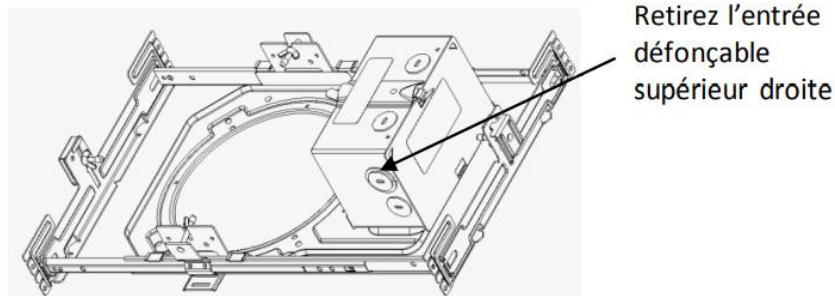
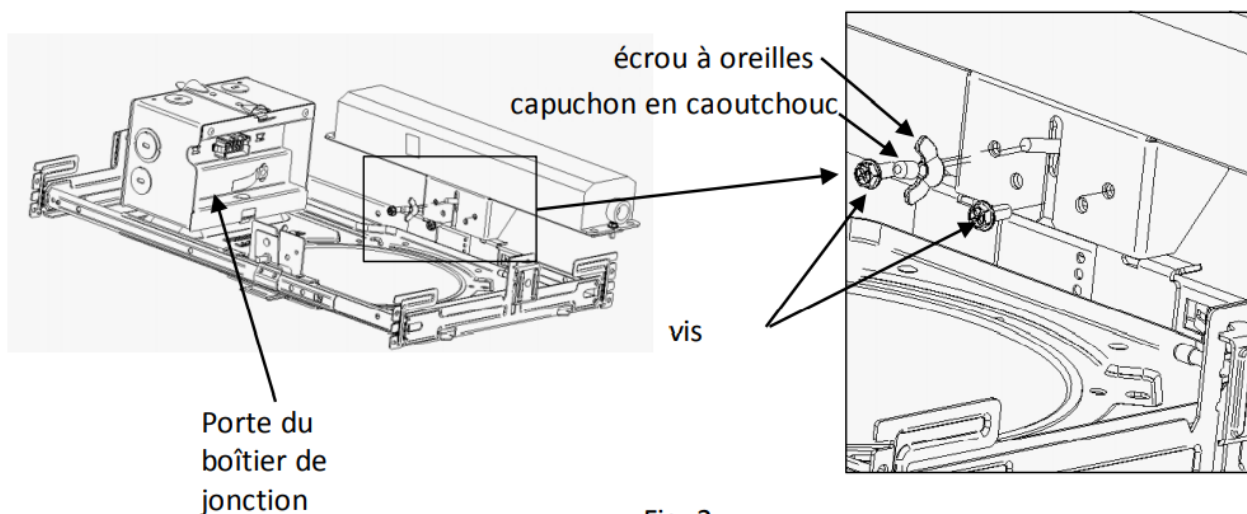
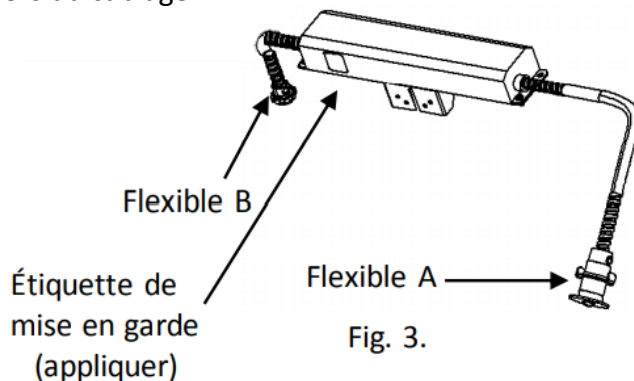

Fig. 1
Fig. 2.
Fig. 3.
**Étape une :** Une fois que le cadre est retiré du carton, enlevez l'entrée défonçable supérieure sur le côté droit du boîtier de jonction. Ceci sera le point de connexion du conduit de l'EM Pack (voir Fig. 1). La feuille de directives du kit à cadre encastré doit être enregistrée pour l'installation du cadre.
**Étape deux :** Enlevez l'écrou à oreilles et le capuchon en caoutchouc du support du côté droit des cadres et fixez le support de fixation de l'EM Pack sur le support du côté du cadre, fixez 2 vis fournies à l'endroit indiqué, puis remettez l'écrou à oreilles et le capuchon en caoutchouc sur le goujon fileté du pack de secours. (Voir Fig. 2)
**Étape trois :** Retirez la porte du boîtier de jonction (voir Fig. 2) et connectez le flexible B (voir Fig. 3) à l'entrée défonçable du boîtier de jonction du cadre (voir Fig. 1.) et faites passer les câbles. Fixez le conduit à l'aide de l'écrou fixé au connecteur d conduit en insérant les fils à travers le milieu et l'écrou fileté situé à l'extrémité du connecteur du flexible B, fixant le boîtier de jonction entre les deux.
**Étape quatre :** Apposez une étiquette de MISE EN GARDE sur la face latérale du pack de batterie (voir Fig. 3) afin qu'il soit visible lors du câblage.